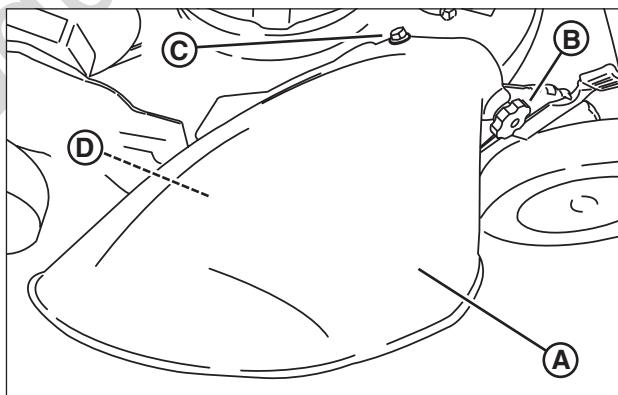

Figure 9 : Installation du déflecteur d'éjection
2. Installer le déflecteur (A, Figure 9) au châssis au lieu du couvercle de paillage, en s'assurant que :
- Le trou avant (B) sur l'avant extérieur du déflecteur va par-dessus le bouton pression où l'avant du couvercle de paillage était originalement attaché;
- La fente (C) sur le dessus du déflecteur glisse sous l'écrou de retenue sur le dessus du châssis (sous le coin droit avant du moteur);
- La fente (D) sur l'intérieur arrière du déflecteur glisse sur le bouton pression derrière l'arrière de l'ouverture de décharge, où l'arrière du couvercle de paillage était originalement attaché.